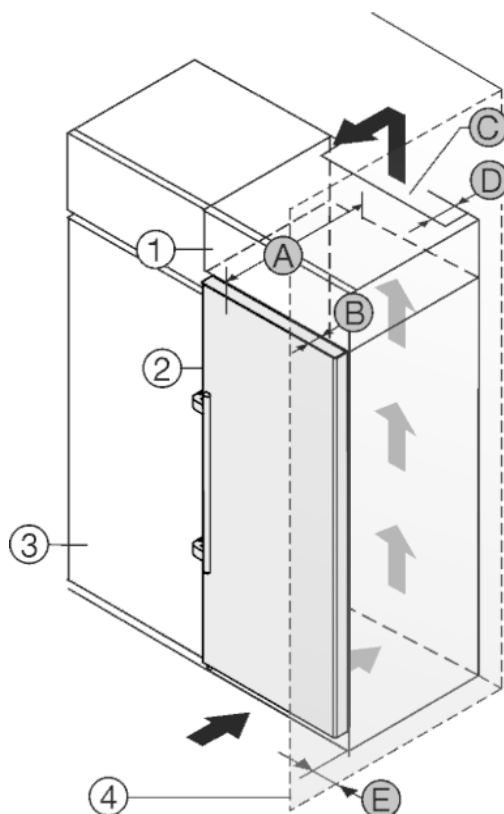

Fig. 22
Urządzenie może zostać obudowane szafkami kuchennymi. Aby dopasować urządzenie *Fig. 22 (2)* do wysokości ciągu szafek kuchennych, można nad urządzeniem umieścić szafkę nasadzaną *Fig. 22 (1)*.
Urządzenie można ustawić bezpośrednio obok szafki kuchennej *Fig. 22 (3)*. By móc całkowicie otworzyć drzwi, urządzenie musi wystawać przynajmniej o głębokość *Fig. 22 (B)* za front szafki kuchennej. W zależności od głębokości szafek kuchennych oraz od zastosowania elementów dystansowych urządzenie może wystawać jeszcze bardziej.
- Na tylnej ścianie szafki nasadzonej wymagany jest wywiewny kanał wentylacyjny o głębokości *Fig. 22 (D)* na całej szerokości szafki.
- Pod sufitem pomieszczenia należy zachować przekrój odpowietrzający *Fig. 22 (C)*.
Jeżeli urządzenie będzie ustawiane z zawiasami do ściany *Fig. 22 (4)*, to pomiędzy urządzeniem i ścianą należy zachować odstęp *Fig. 22 (E)*. Na taką odległość wystaje klamka przy otwartych drzwiach.